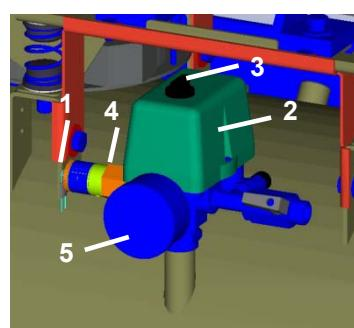

Рис. 9
- Запустите компрессор с помощью реле давления (2), повернув переключатель (3) в положение "I" (рис. 9).
(Рис. 9)